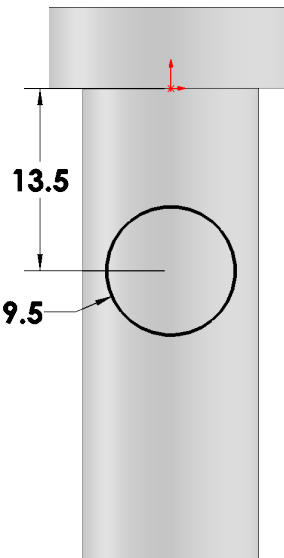

Fig. 12
Step 8. Add dimensions, **Fig. 12**.